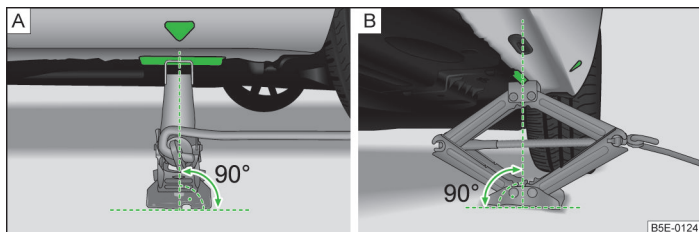

Fig. 164 Colocar el gato
- » Fijar el gato de modo que la garra abarque el alma vertical » fig. 164 - **B**.
- » Apoyar la placa de base del gato con toda la superficie en un suelo recto y asegurarse de que el gato se encuentra en posición vertical respecto a la posición en la que la garra abarca el alma » fig. 164 - **A**.